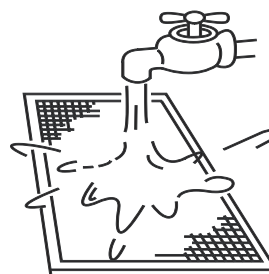

Figura 13.4
b. In caso di utilizzo di acqua pulita, il lato di aspirazione dell'aria deve essere rivolto verso il basso (fare riferimento alla Figura 13.4).